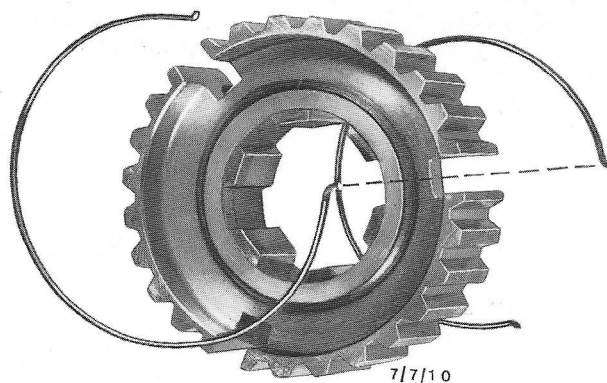

Fig.141 Synchro voor 1e/2e versnelling monteren.
28. Monteer de synchro voor de 1e/2e versnelling door de synchroiseerspieën in de naaf te leggen en daarna de synchroiseerveren verdraaid t.o.v. elkaar te monteren, zodat één uiteinde van elke veer in de spie komt te liggen (fig.141). Het merkteken op de schakelmof moet in lijn liggen met het merkteken op de naaf en de groef in de schakelmof moet naar voren zijn gekeerd.